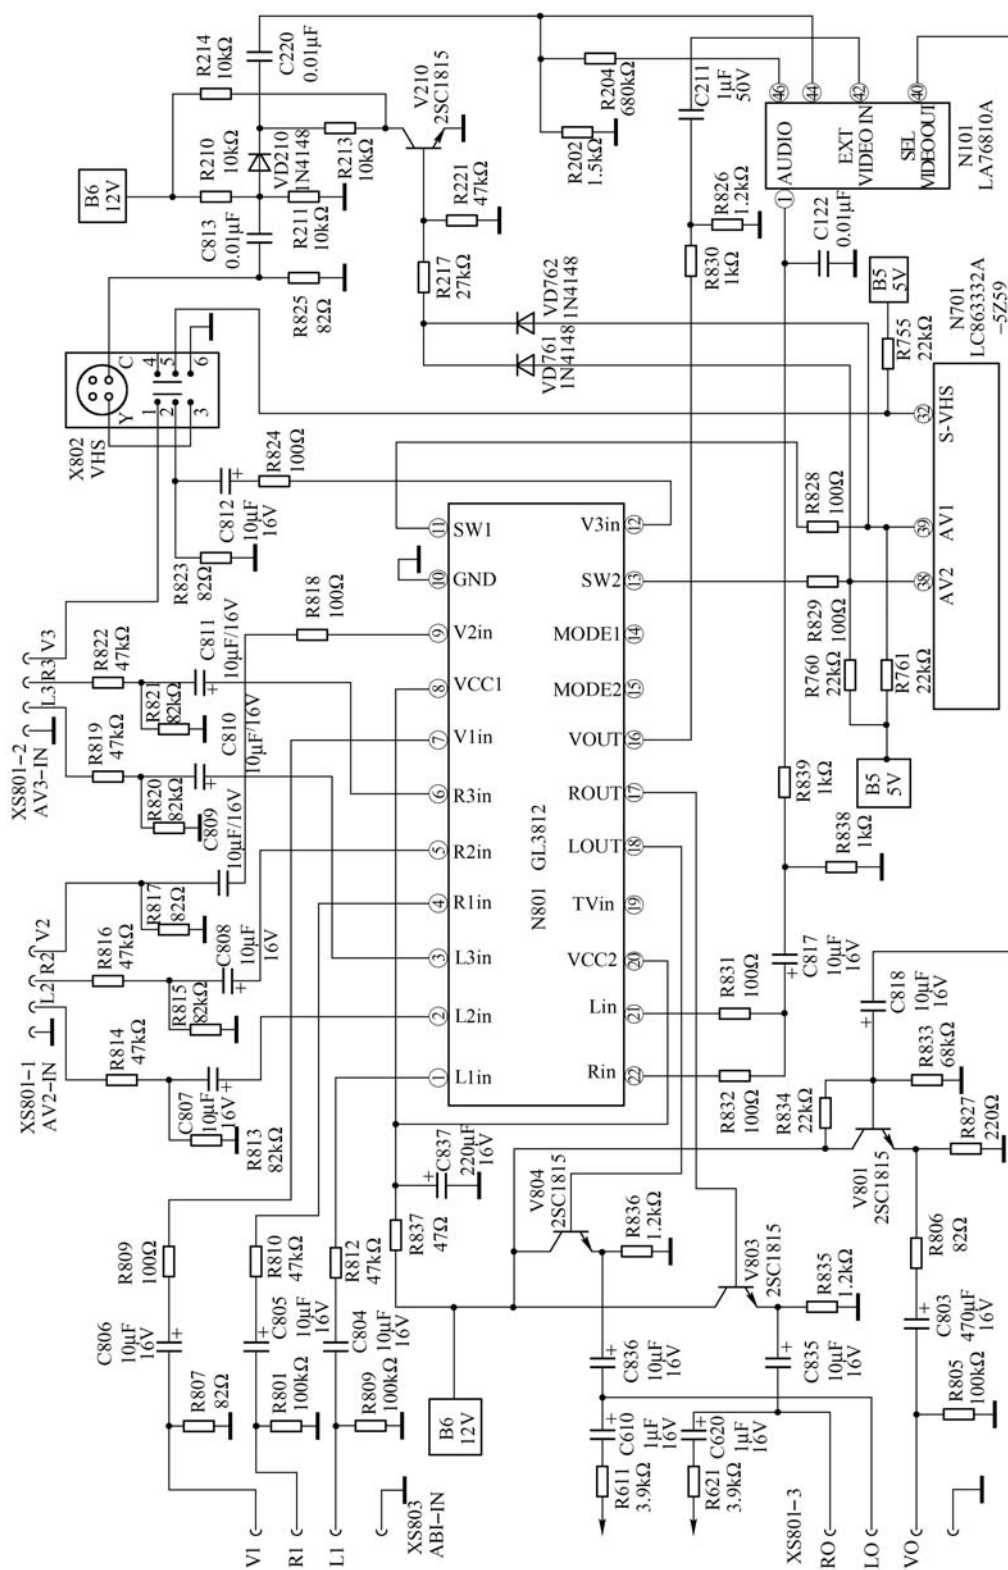

图 4-47 SVA D2966F 机型中 TV/AV 转换电路
TV/AV 音频信号转换电路主要用于切换电视伴音信号和外部输入的 AV 音频信号, 与 TV/AV 视频信号转换同步进行。在 SVA D2966F 型彩色电视机中, TV/AV 音频信号转换功能主要由 N801 (GL3812) 及少量的外围元器件组成。其实物图如图 4-45 所示, 引脚印制线路实物图如图 4-46 所示, 引脚功能及在正常状态下的电压值、电阻值见表 4-2, 电路原理图如图 4-47 所示。
在如图 4-47 所示中，VD210 为开关二极管，主要起隔离作用。V210 用于控制 VD210 的导通与截止。在 TV 状态时，由于 N701 的⑳、㉑脚均输出 0V 低电平，故 V210 截止，集电极呈现 5.6V 高电压，使 VD210 截止，切断 S 端子 C 信号输入通路；在 S 端子状态时，N701⑳、㉑脚输出 4.4V 高电平，使 V210 导通，R213 接地，VD210 负极端电位下拉，故 VD210 导通，S 端子的 C 信号输入通道被接通。
总之，在如图 4-47 所示中，AV1/AV2/AV3/S 端子和 TV 音/视频信号在 N701 的控制下，是按照一定的逻辑关系有序地转换输入/输出的。其控制电压的逻辑关系见表 4-3。